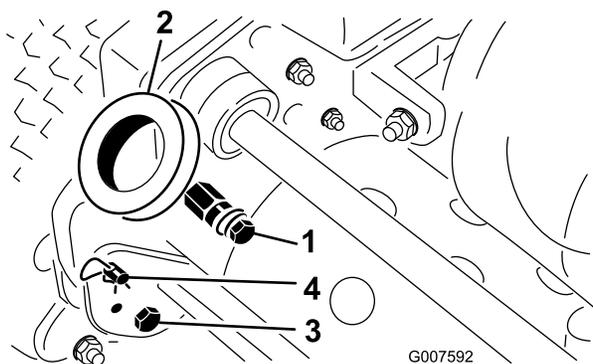

Рисунок 2
1. Снимите болты и контргайки, которые крепят нижние концы рычагов ручки к боковым сторонам газнокосилки (Рисунок 2).
- Снимите шплинты и пальцы фиксации кольца, которые крепят рычаги ручки к задней части рамы (Рисунок 2).
- Вставьте концы ручки в отверстия в рычагах ручки и совместите отверстия с монтажными пальцами (Рисунок 2).
- Извлеките шплинты из пальцев фиксации кольца на каждой стороне газонокосилки (Рисунок 2).
- Удерживая ручку, снимите пальцы фиксации кольца с каждой стороны и поднимите или опустите ручку в требуемое рабочее положение (Рисунок 2).